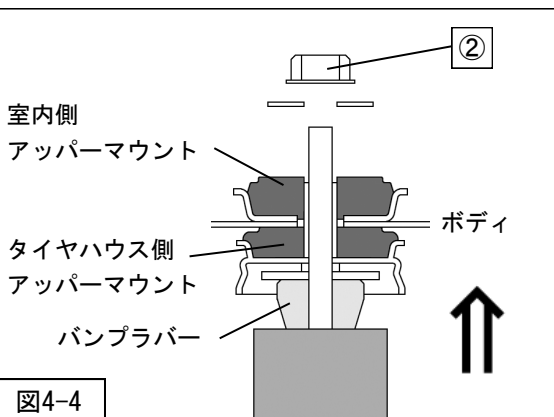

図4-4
5. ジャッキをストロークさせ、タイヤハウス側アッパーマウントをバンブラバーで押し、シャフト先端を室内側アッパーマウントから出してください。（図4-4）